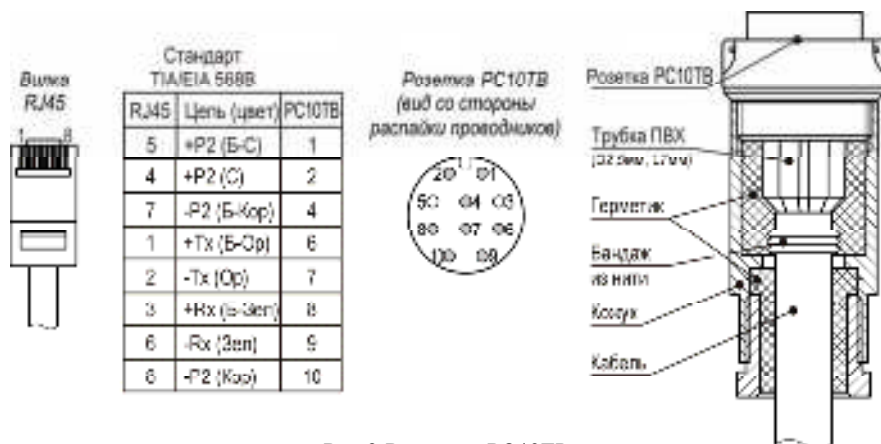

Рис.3 Распайка РС10ТВ
1. Распаять ответную часть разъема PC10TB согласно требованиям к электромонтажу в соответствии с рис.3. После распайки разъем заполнить герметиком кремнийорганическим.